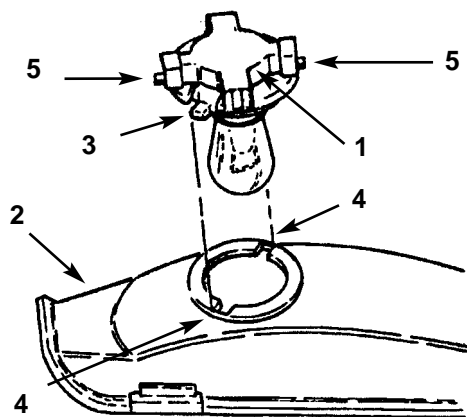

Fig. 34
3. Girate il portalampada di 1/4 di giro in senso antiorario, e toglietelo dal riflettore (Fig. 34).
4. Spingete la lampada e fatela girare in senso antiorario fin quando si ferma (circa 1/4 di giro), quindi toglietela dal portalampada (Fig. 34).
2. Il portalampada è provvisto di due guide (Fig. 34). Allineate le alette con le guide nel riflettore, inserite il portalampada nel riflettore e giratelo di 1/4 di giro in senso orario, fin quando non si ferma.